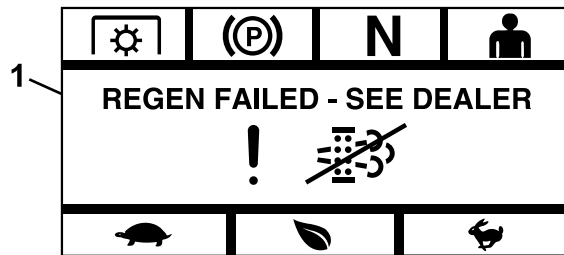

Figura 19
- **Fallida** – si la ECU del motor determina que no se ha podido completar una regeneración de recuperación, el módulo muestra la pantalla Regen Failed—See Dealer (Regeneración fallida, consulte al servicio técnico) (Figura 19). Lleve la máquina a un servicio técnico autorizado.